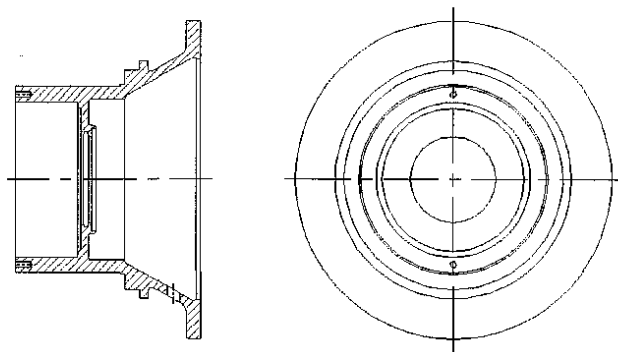

Рис. 3.1 Деталь и возможные варианты плоскостей разъема
9. провести анализ возможных плоскостей разъема (два-три варианта) (рис. 3.1 формовка с подрезкой, рис. 3.3 - формовка с использованием стержней) и указать основные достоинства и недостатки каждого из них;